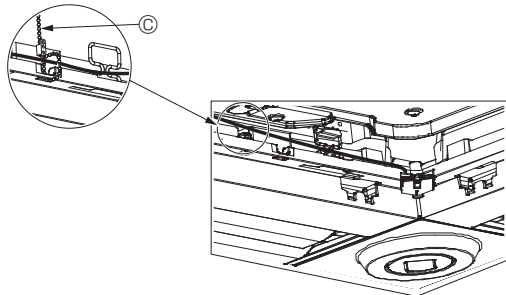

Fig. 5-13
- Sujete los cables del sensor i-See y del receptor de señales en el panel con el remache de la forma mostrada en el diagrama procurando que queden tensos, y luego corte el sobrante en el extremo del remache. (Fig. 5-13)
- Si la posición del sensor i-See ha cambiado de "o" (E) a "□" (F), cambie los ajustes de los conmutadores. (Consulte la página 44).